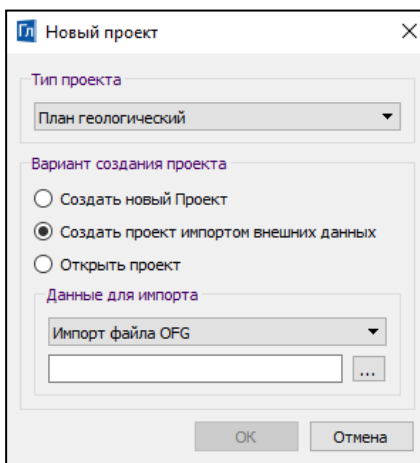

Рис. 14.1
3. В открывшемся окне **Новый проект** из списка **Тип проекта** выберите – *План геологический* (рис. 14.1).